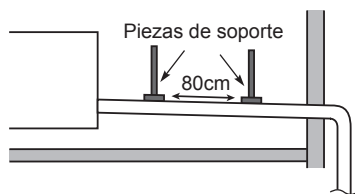

Fig. 3-10
- No aplique fuerza a la tubería en el lado de la unidad al conectar el tubo de desagüe. No se debe permitir que el tubo cuelgue sin apoyo desde su conexión a la unidad. Sujete el tubo a la pared, marco, o a otro soporte tan cerca a la unidad como sea posible. (Fig. 3-10)